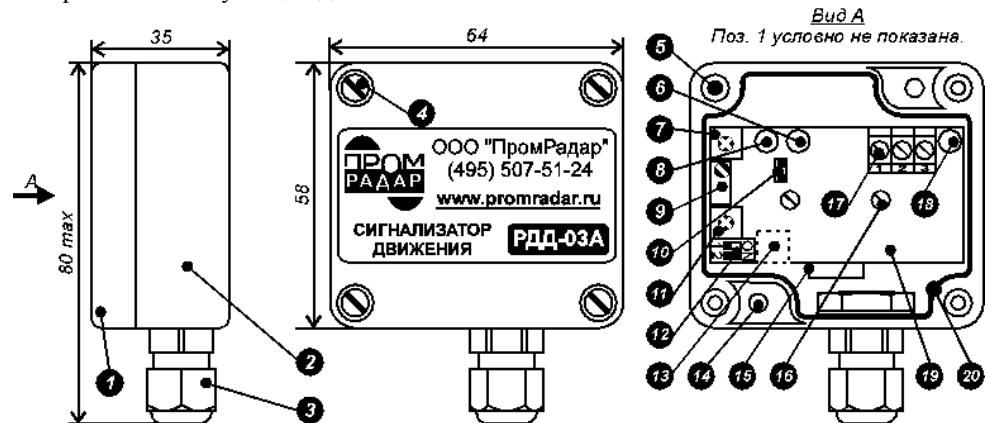
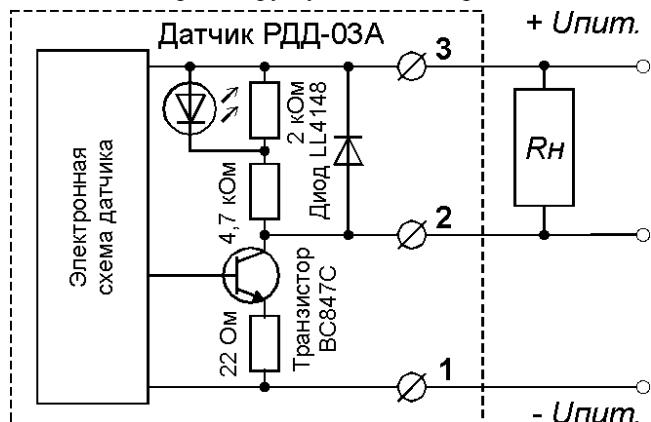

Рис. 1. Конструкция датчика РДД-03А.
Рис. 10. Выходной каскад датчика РДД-03А и схема подключения нагрузки.
Конструкция РДД-03А показана на рис. 1. На печатной плате 19 установлены элементы электрической схемы датчика и приёмно-передающий модуль 15. Плата саморезами 16 крепится к корпусу 2. Регулятор 7 («Чувствительность») служит для настройки чувствительности датчика, а 11 («Задержка») - для регулировки задержки срабатывания. Тип задержки (на включение/ на выключение/ симметричная) задается переключателем 12. Если удалить перемычку 10 («Фильтр»), то РДД-03А контролирует наличие/ отсутствие движения во всем диапазоне скоростей. Для его сужения (фильтрации посторонних движений) следует установить перемычку 10 обратно на посадочные штыри. Выбор нужного интервала скоростей производится регулятором 9 («Скорость»). Внешние провода вводятся через сальник 3 и подключаются к клеммам 17. Светодиод 8 («Движение») горит при движении контролируемого объекта; светодиод 6 («Выход») зажигается при срабатывании выходного ключа прибора, а светодиод 18 («К3») включается при срабатывании схемы защиты выходного каскада от токовых перегрузок. Для крепления РДД-03А служат два отверстия 14 диаметром 4,2 мм. Корпус закрывается крышкой 1 через уплотнитель 20. Крышка прижимается винтами 4, которые вворачиваются в запрессованные резьбовые втулки 5. Регулятор 13 (обозначен пунктиром) в процессе настройки и эксплуатации датчика **НЕ ИСПОЛЬЗУЕТСЯ**.
Схема выходного каскада датчика показана на рис. 10. В качестве сопротивления нагрузки  $R_H$  к датчику может быть подключена обмотка внешнего реле или входной каскад контроллера сбора информации.
Обозначения органов регулировки РДД-03А, а также направления их вращения соответствуют рис. 1.
7.1.4. Подключите к датчику нагрузку и источник питания согласно рис. 10. **ВНИМАНИЕ!** Ошибки при подключении могут вывести датчик из строя! Включение светодиода «К3» (поз. 18 на рис. 1) при наличии движения свидетельствует о срабатывании схемы защиты выходного каскада датчика от токовых перегрузок. При этом следует проверить правильность подключения датчика и, при необходимости, увеличить сопротивление нагрузки ( $R_H$  на рис. 10). Светодиод «К3» гаснет и схема защиты отключается при снятии с датчика напряжения питания, либо при остановке механизма (нет движения).
Обозначения органов регулировки датчика, а также направления их вращения соответствуют рис. 1.
7.2.2. Подключите к датчику нагрузку и источник питания согласно рис. 10. Если при таком состоянии органов регулировки светодиод «Движение» не загорается, значит посторонние движения не влияют на работу РДД-03А. При этом следует перейти к выполнению п. 7.2.3. В противном случае следует перейти к п. 7.2.7. **ВНИМАНИЕ!** Ошибки при подключении могут вывести датчик из строя! Включение светодиода «К3» (поз. 18 на рис. 1) при наличии движения свидетельствует о срабатывании схемы защиты выходного каскада датчика от токовых перегрузок. При этом следует проверить правильность подключения датчика и, при необходимости, увеличить сопротивление нагрузки (Rн на рис. 10). Светодиод «К3» гаснет и схема защиты отключается при снятии с датчика напряжения питания, либо при остановке механизма (нет движения).